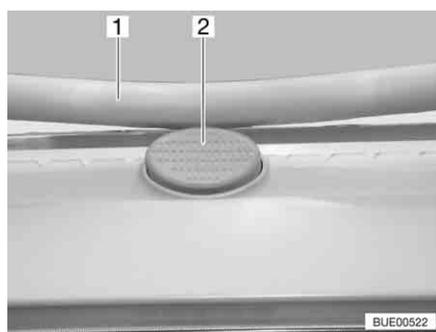

Fig. 78 Bouton de sûreté sur le lanterneau Heki
- Appuyer sur le bouton de sécurité (Fig. 78,2) et tirer l'étrier (Fig. 78,1) vers le bas avec les deux mains.
- Pousser l'étrier vers le haut avec les deux mains jusqu'à ce que ce dernier se trouve au-dessus du bouton de sûreté (Fig. 78,2).